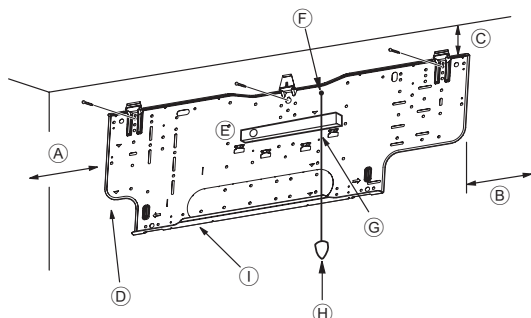
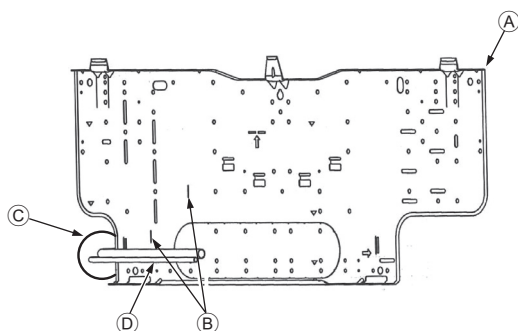

Fig. 3-4
Fig. 3-5
■ PKFY-P-NHMu-E2 (Fig. 3-4)
- ▲ D Tornillos de fijación (4 x 35 mm, 1-3/8 inch) ②
- ▲ I Placa de montaje ①
3.3. Cuando coloque los tubos en la pared (Fig. 3-5)
- ▲ A Placa de montaje ①